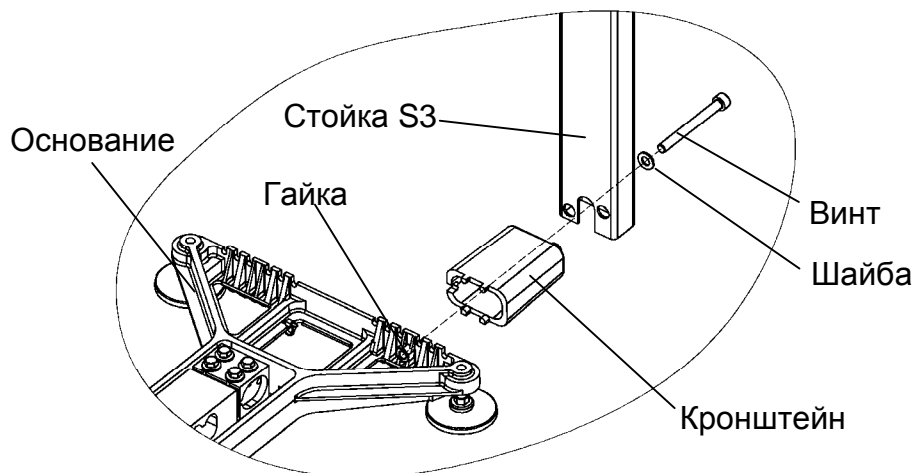

Рисунок 6.3 - Крепление прямоугольной стойки к основанию весовой платформы ТВ-S\_A
- обязательно протянуть кабель весовой платформы через кронштейн и стойку (см. рисунок 6.3);